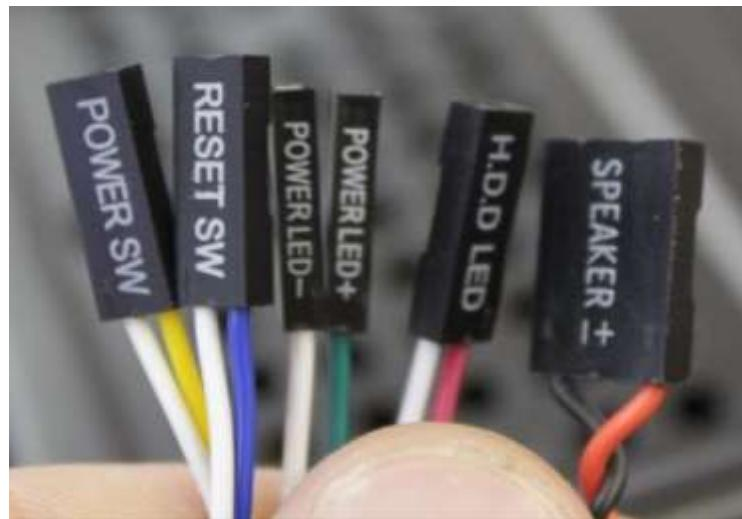

Рисунок 11 – Контактные пары для F_PANEL
- ✓ Определите, какие из имеющихся в корпусе контактные пары (рисунок 11), необходимо подключить к F_PANEL: